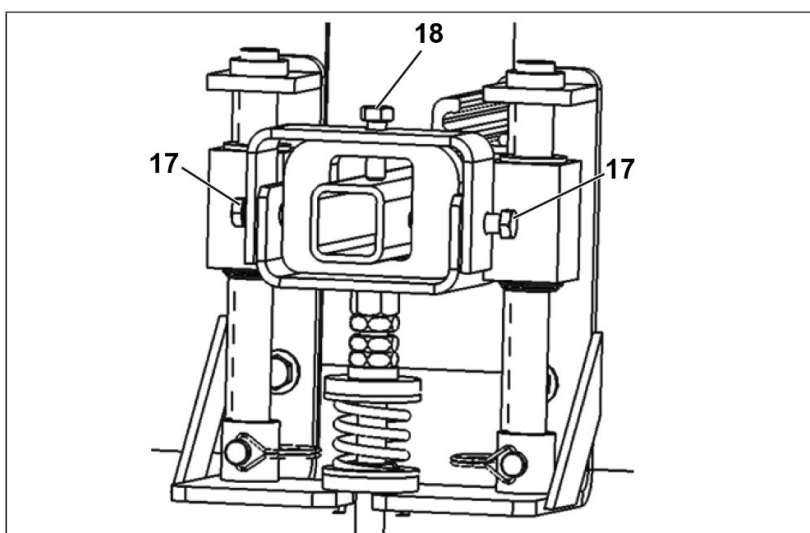

Рис. 16: Дальняя сторона
3. Используйте винты (17, 18, рис. 16) для крепления рамы.